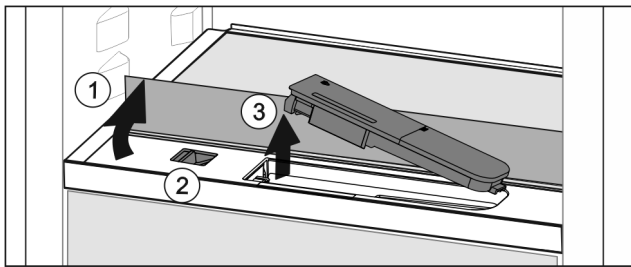

Fig. 59
- ▶ Levante la plancha de cristal y bájela hacia atrás hasta el tope Fig. 59 (1).
- ▶ Desplace la compuerta Fig. 59 (2) hacia la izquierda.
- ▶ Retire el depósito de agua Fig. 59 (3).